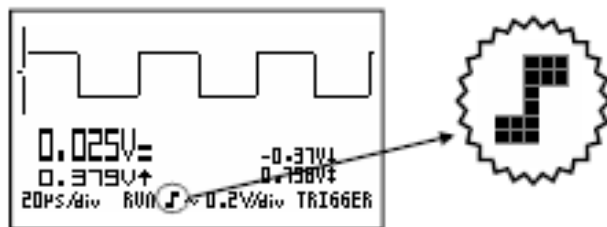

Fig 52
- Agganciare il trigger sul fronte di salita (Fig. 52):